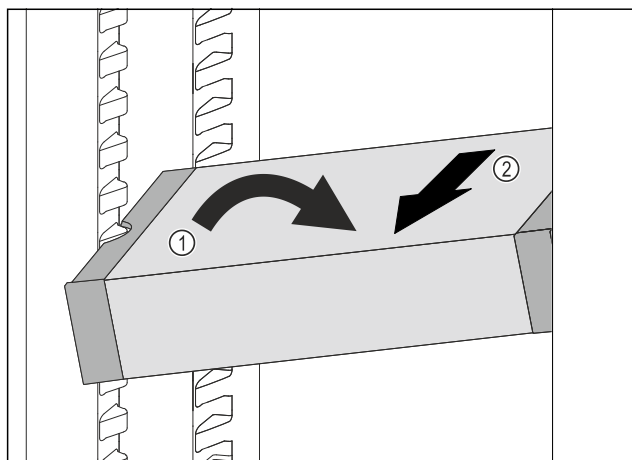

Fig. 64
- ▶ Наклонете VarioSafe в хладилната част. Fig. 64 (1)
- ▶ Извадете VarioSafe напред. Fig. 64 (2)